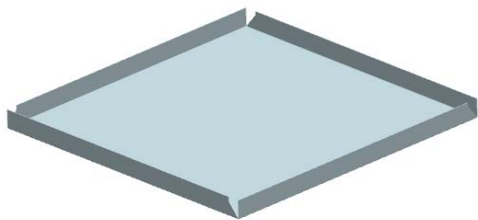

图 11-65 创建重新折弯特征
(3) 在“重新折弯”对话框中,单击<确定>按钮,创建重新折弯特征,如图 11-65 所示。